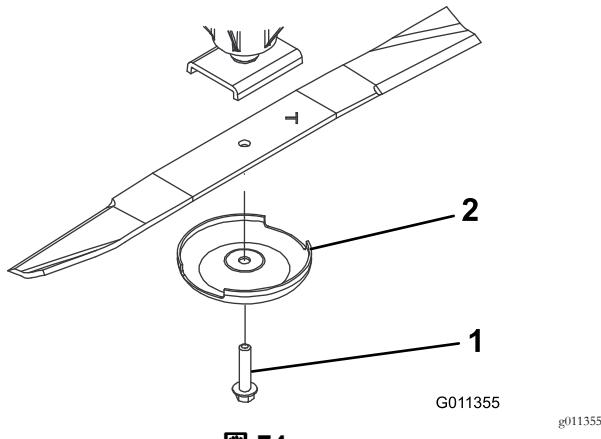

図 74
2. ぼろきれや厚いパッドの入った手袋を使ってブレードの端部をしっかりと握る。スピンドルのシャフトからブレードボルト、芝削り防止カップ、ブレードを取り外す図74。
3. ブレードを取り付ける時は、セイル立ち上がりっている部分がかかりこみデッキの天井を向くように取り付け、芝削り防止カップをつけてブレードボルトで固定する図 74。